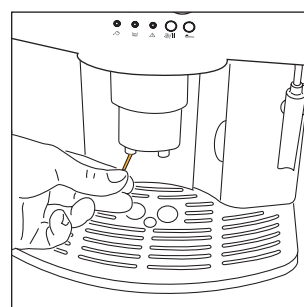

Fig.28
- Kontroller en gang i mellem, at kaffeudløbsrørets huller ikke er tilstoppet. For at rense dem, benyt en nål for at skrabe de tørre kaffeaflejringer (fig. 28).